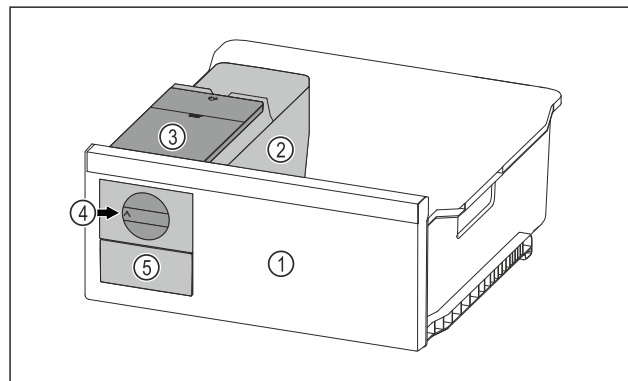

Fig. 165 Vejledende illustration
- Drej drejeknappen Fig. 165 (4) med uret indtil anslaget.
- Isterninger falder ud af isterningebakken og ned i isterningeskuffen Fig. 165 (5).